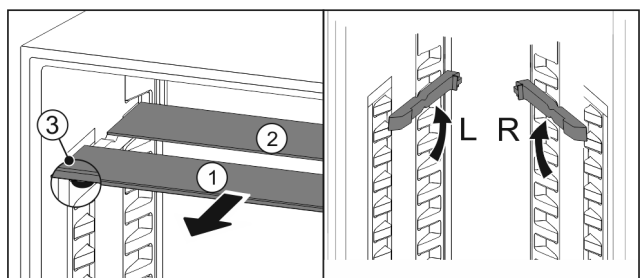

Fig. 167
- Sortir les tablettes par l'avant *Fig. 167 (1)*.
- La tablette en verre *Fig. 167 (1)* avec bordure décorative est située à l'avant.
- Les butées *Fig. 167 (3)* sont orientées vers le bas.